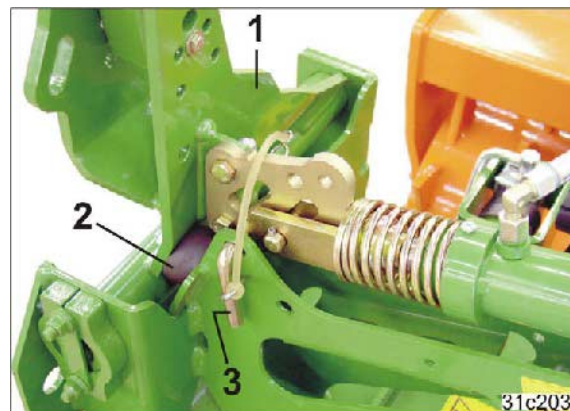

Fig. 131
Fest spormarkøren med sikringsbolten umiddelbart etter arbeidet på jordet (Fig. 131/2).
Sikringsbolten (Fig. 131/2) skal først fjernes umiddelbart før arbeidet på jordet.
4. Trykk spormarkørutleggeren (Fig. 131/1) mot gummibufferen (Fig. 131/2) og sett inn sikringsboltene (Fig. 131/3).